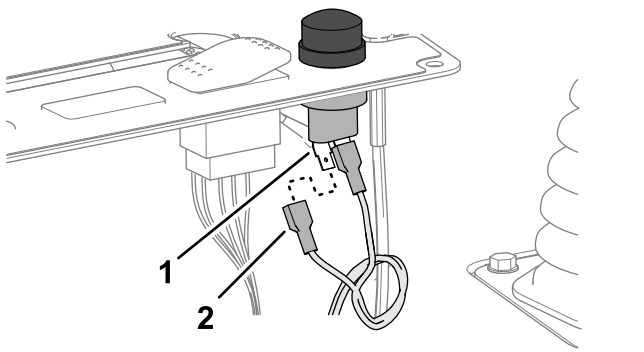

Bild 18
4. Schließen Sie die beiden Stecker des Kabelbaums mit der Aufschrift HORN SWITCH (Hupenschalter) an die Anschlüsse des Hupenschalters an (Bild 18).